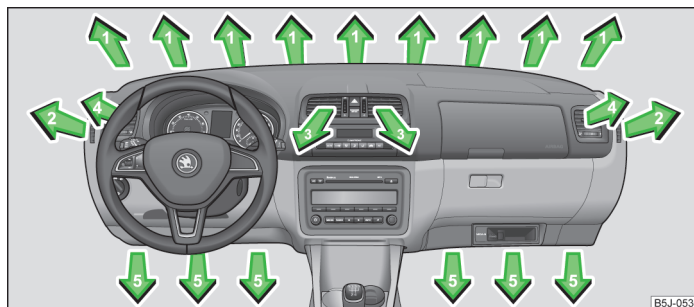

Fig. 77 Fantele de ventilație
La fantele de ventilație **3** și **4** » fig. 77 se poate modifica direcția curentului de aer, iar duzele se pot închide și deschide și individual.
- Rotiți roțița verticală (fante de ventilație **3**) » fig. 77 resp. roțița orizontală (fante de ventilație **4**) în poziția
- Rotiți roțița verticală (fante de ventilație **3**) » fig. 77 resp. roțița orizontală (fante de ventilație **4**) în poziția **0**.
- Pentru a modifica direcția pe înălțime a curentului de aer, deplasați lamelele orizontale cu ajutorul elementului de reglare, mobil » fig. 77.
Vă recomandăm, să lăsați gurile de ventilație **3** » fig. 77 la pagina 78 în poziție deschisă în toate regimurile de operare.